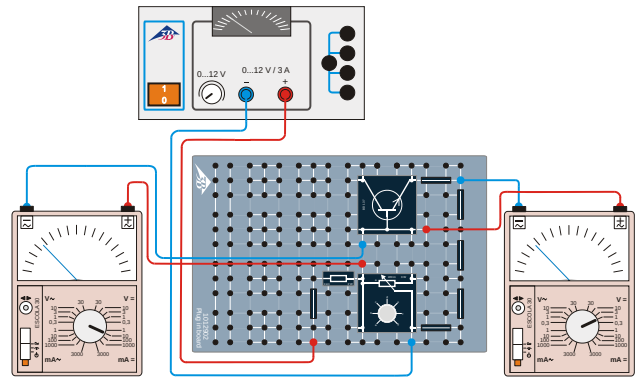

Fig. 3: Schaltskizze zur Aufnahme der Eingangskennlinie.
- Schaltung gemäß Fig. 3 aufbauen. Die beiden angeschlossenen Analog-Multimeter dienen der Messung der Basis-Emitter-Spannung U_{BE} und des Basisstroms I_B .